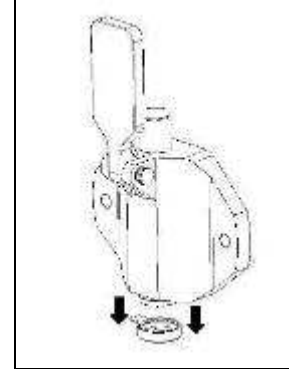

Abb. 9
- Die Sternmatrize vom Flansch entfernen (Abb.9).